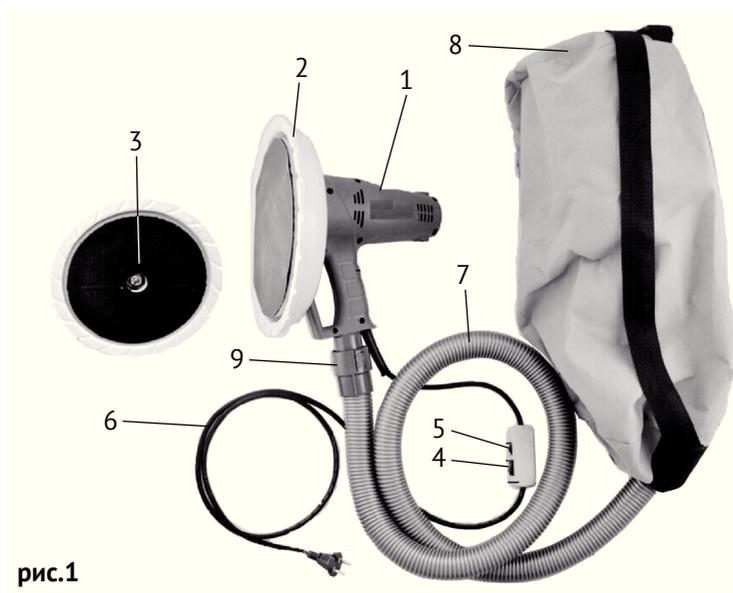

рис.1
-включение/выключение шлифмашины осуществляется нажатием на кнопку выключателя (рис.1 поз.4);
-регулировка скорости осуществляется с помощью регулятора (рис.1 поз.5)
-воспользовавшись специальным ключом (рис.1 поз.2), открутите прижимную гайку против движения часовой стрелки.
-для эффективного удаления образующейся пыли из зоны обработки шлифмашина обладает возможностью подсоединения мешка для сбора пыли (рис.1 поз.8). Для этого необходимо подсоединить шланг (рис.1 поз.7) к патрубку пылеотвода шлифмашины (рис.1 поз.9);